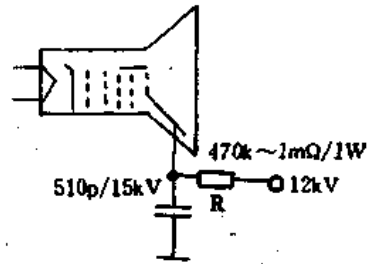

图 5-23 高压自动调整保护电路
①高压自动调整保护电路。如图5-23所示,在阳极高压电路中串上一只  $470\text{k}\Omega \sim 1\text{M}\Omega/1\text{W}$  的限流电阻和一个  $510\text{pF}/15\text{kV}$  的滤波电容。工作原理:正常工作时,若阳极电流为  $100\mu\text{A}$ ,则限流电阻的压降  $V_R = 1\text{M}\Omega \times 100\mu\text{A} = 100\text{V}$ ,此值很小,不影响管子工作;若高压打火时,阳极电流会瞬间增大数倍,则R上的降压也增大数倍,从而降低了阳极高压,削弱其打火程度。